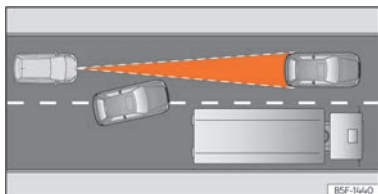

Abb. 122 Fahrspurwechsel eines anderen Fahrzeugs.
- Fahrzeuge, die in geringem Abstand auf die eigene Fahrspur wechseln »» (Abb. 122).